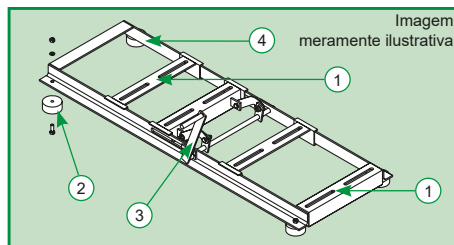

Figura 1
A seguir, fixe os amortecedores de borracha (2) conforme Figura 1. Finalmente deverão ser colocadas as correias e esticadas por intermédio do esticador (3) existente na base (4).